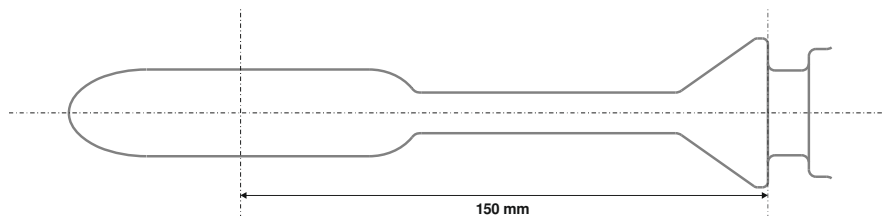

图 12: 固定阴茎套的锥形环末端与水滴形尖端中心之间的距离。
- 水滴形尖端的中心距离固定阴茎套的锥形环末端为 150 毫米(见图 12)。